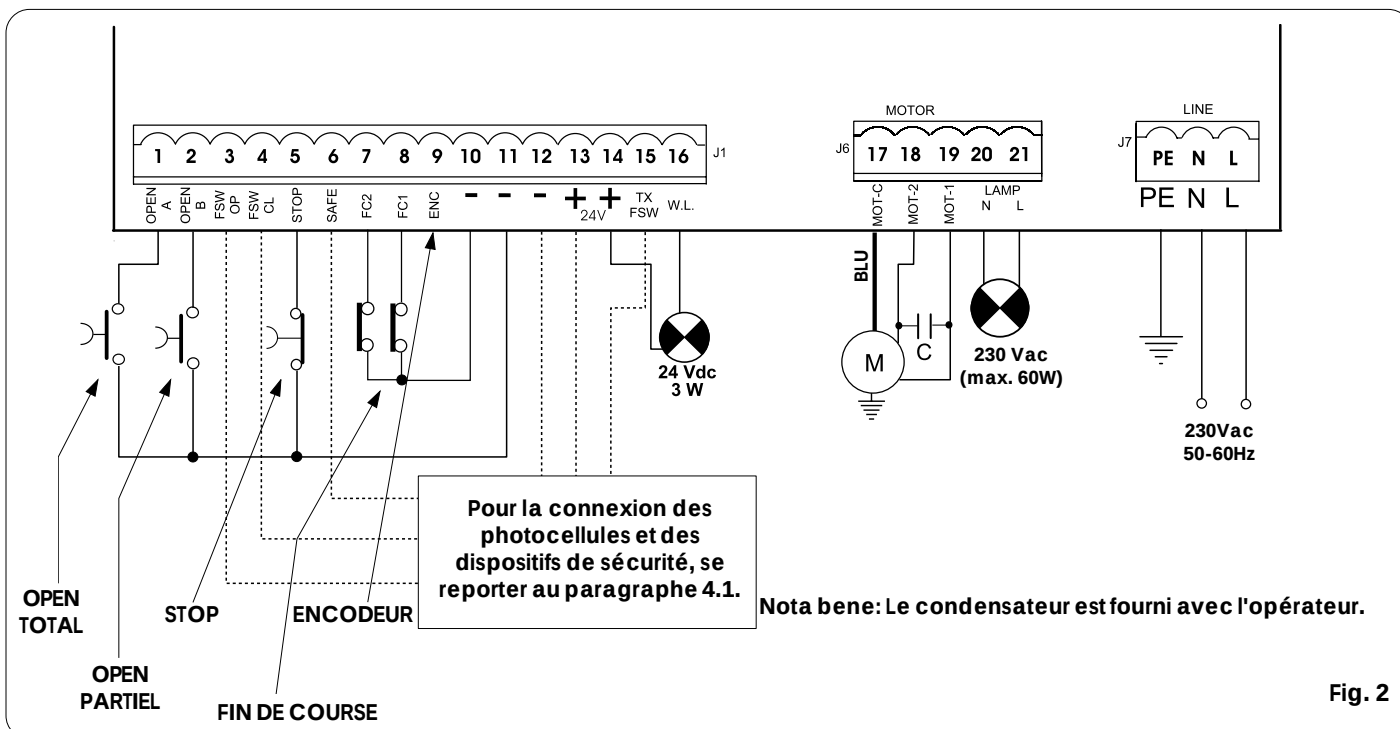

Fig. 2
- Connecter la terre à la borne spécifique prévue sur le connecteur J7 de l'armoire (voir fig.2).
4.2. Bornier J7 - Alimentation (fig. 2)
4.3. Bornier J6 - Moteurs et feu clignotant (fig. 2)
4.4. Bornier J1 - Accessoires (fig. 2)
(bornes 7 et 8): La fonction des fins de course d'ouverture et de fermeture est de déterminer le point de référence pour l'arrêt ou le début du ralentissement (pré et post fin de course), ou pour le freinage de l'opérateur (voir programmation avancée Chap. 5.2.). Le dispositif de fin de course doit disposer d'un contact N.F. à connecter entre l'entrée (FC1 ou FC2) et la borne - de l'armoire (voir Fig. 2).